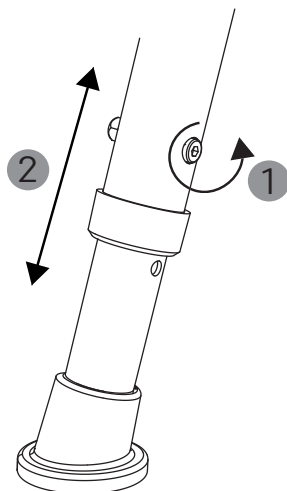

fig. 15
2. Per regolare l'altezza delle gambe telescopiche allentare e rimuovere le viti (1, fig. 15).
3. Le gambe telescopiche si possono regolare sull'altezza desiderata (2, fig. 15) facendo coincidere i fori del tubo interno ed esterno.